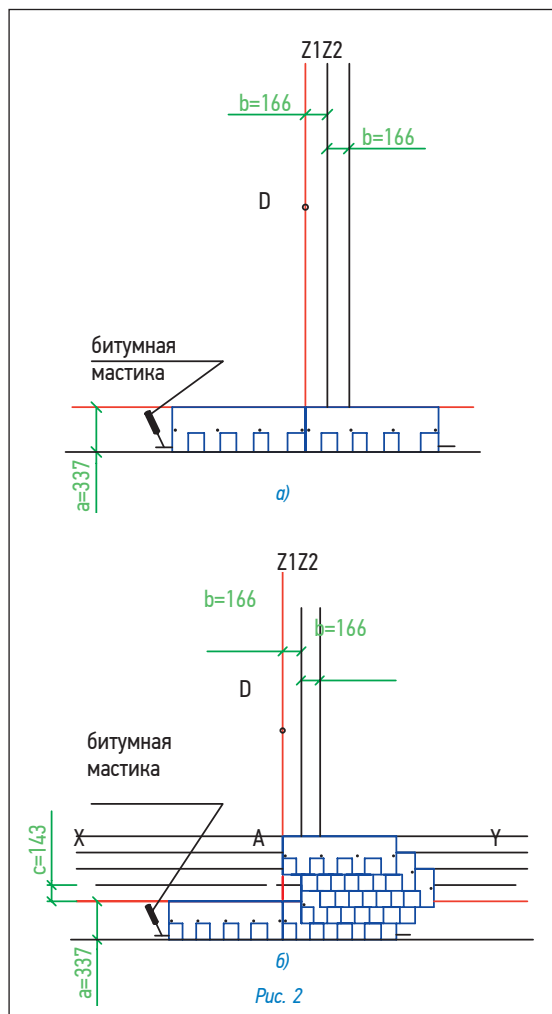

Рис. 2
Укладка материала (рис. 2)
- первый ряд черепицы укладывается от линии AD (рис. 2а);
- второй ряд укладывается от линии Z1 (со смещением 16,6 см от AD) (рис. 2б);
- третий ряд укладывается от линии Z2 (со смещением 16,6 см от Z1) (рис. 2б);
- четвертый ряд — от линии Z1 (рис. 2б);
- пятый ряд — от линии AD (рис. 2б);
Каждый лист черепицы крепится 4 гвоздями в штатных местах таким образом, чтобы гвоздь прошивал обе части двухслойного листа черепицы, а также верхний край нижележащего листа черепицы (рис. 2а, б).